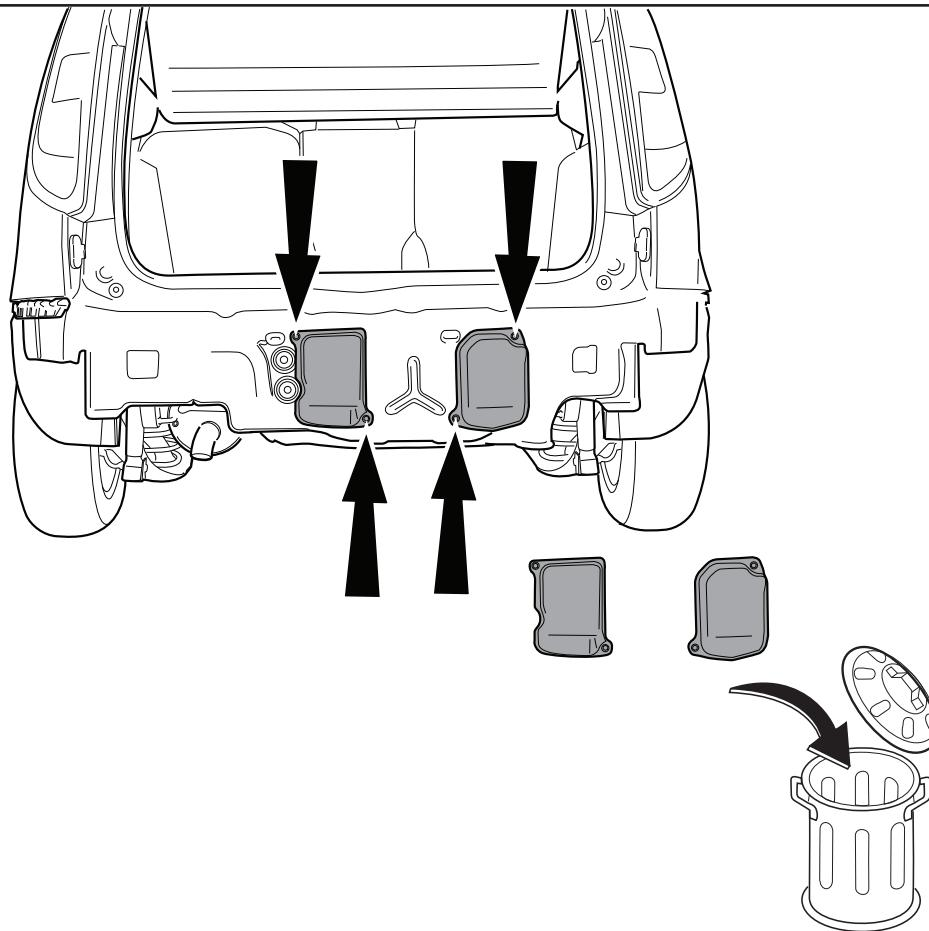

Fig.2
- Снять детали, указанные в рис. 2 и 3.